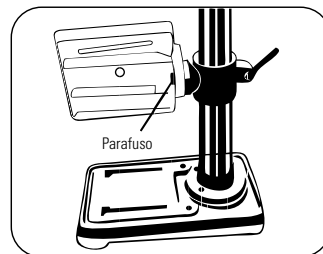

FIGURA 7.10
- Afrouxe o parafuso localizado na mesa **6** (Figura 7.10).
- Volte a apertar o parafuso (Figura 7.10).
3. Com o auxílio da manivela, posicione a mesa na altura desejada. Para furação em ângulo, ajuste a mesa através do parafuso, tendo como referência o auxílio da escala de graus (Figura 7.10).